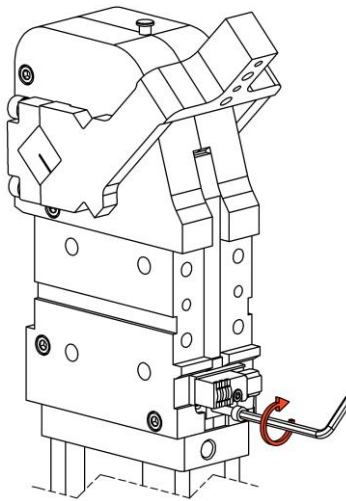

图 2
- 1) 用长度最短 40mm 的 M6 螺丝插入齿形联结轴，拧紧 (绕 4 圈)直至系统松开; (图 2)